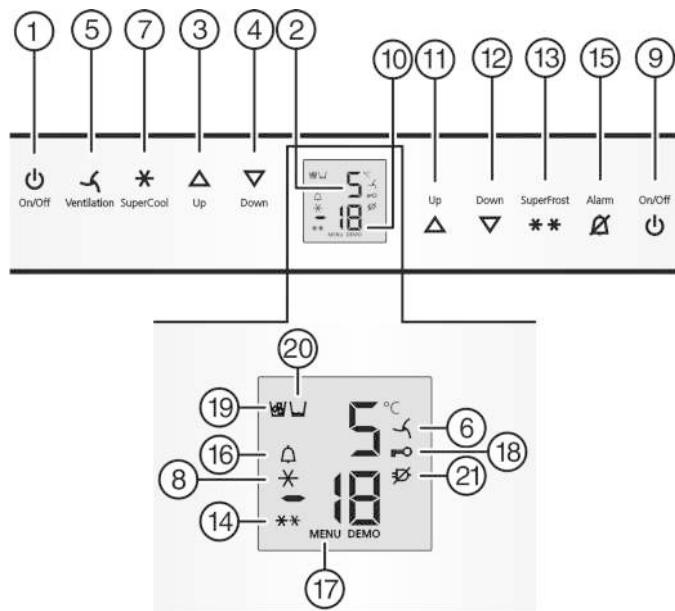

Fig. 2
- Нажмите кнопку On/Off морозильного отделения Fig. 2 (9).
- Нажмите кнопку On/Off холодильного отделения Fig. 2 (1).
- Активация режима настройки: удерживайте кнопку SuperFrost Fig. 2 (13) прибл. 5 секунд.
- Символ меню Fig. 2 (17) горит.
- Коротко нажмите кнопку SuperFrost Fig. 2 (13) для подтверждения.
- Для включения защиты от детей коротко нажмите клавишу SuperFrost Fig. 2 (13).
- Символ "Защита от детей" Fig. 2 (18) горит. На индикации мигает .
- Для выключения защиты от детей коротко нажмите клавишу SuperFrost Fig. 2 (13).
- Символ защиты от детей Fig. 2 (18) гаснет. На индикации мигает **c**.
- Выход из режима настройки: нажмите кнопку On/Off морозильного отделения Fig. 2 (9).
- Нажмите кнопку Alarm Fig. 2 (15).
Одновременно мигает индикация температуры и символ тревоги Fig. 2 (16).